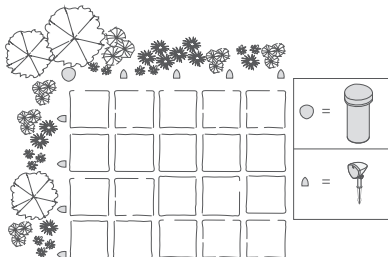

图 3
- 添加到现有 Definitive Technology LS-6.1 景观系统以扩大覆盖范围 (见图 3)